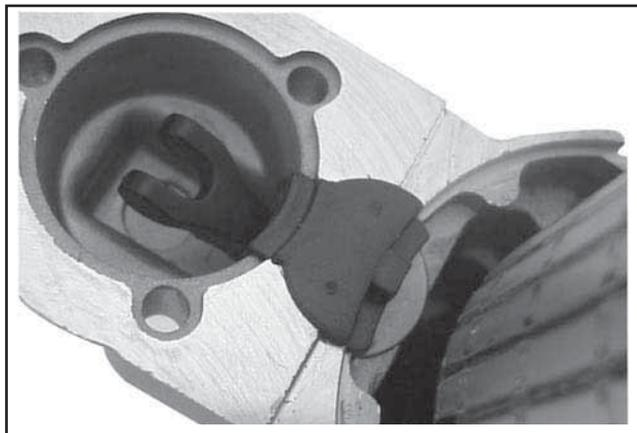

Figure 8-64. Installation de la rondelle de support et de l'œillet.
7. Installer la rondelle de support, puis l'œillet en caoutchouc, dans la gorge correspondante du capot de culasse de la transmission. Les gorges moulées de l'œillet doivent être « sorties » ainsi que correspondre et s'aligner sur celles du capot de culasse. Voir la Figure 8-64.